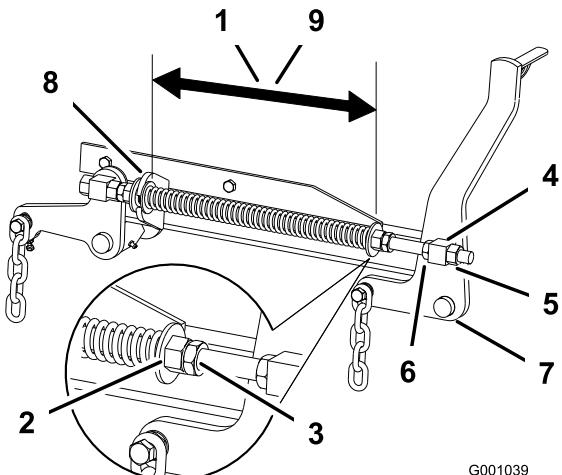

Figura 83
- Verifique a distância entre as duas anilhas grandes; deve ser 28,2 cm para plataformas de cortador de 132 cm e 26,7 cm para plataformas de cortador de 152 cm (Figura 83).
- Ajuste esta distância desapertando a porca de segurança da mola e rodando a porca em frente de cada mola (Figura 83). Rodar a porca no sentido dos ponteiros do relógio encurta a mola; no sentido contrário ao dos ponteiros do relógio estica a mola.
- Blockie a porca na posição apertando a porca de segurança da mola (Figura 83).